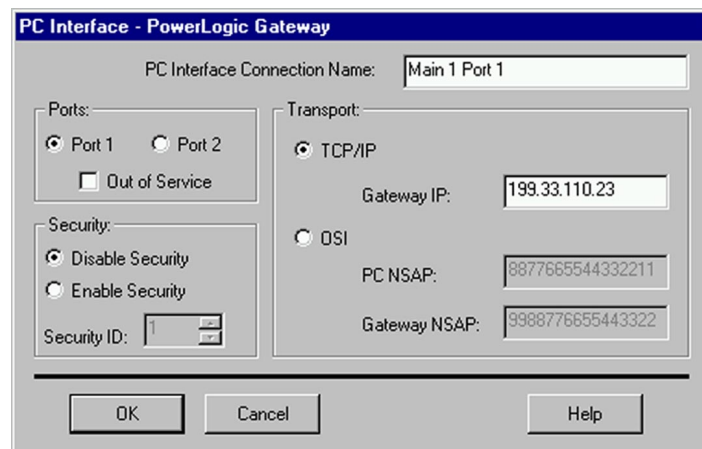

Figura 6-2: Cuadro de diálogo Interfaz de PC—Puerta PowerLogic
7. Aparece el cuadro de diálogo Interfaz de PC—Puerta PowerLogic (figura 6-2). Introduzca la información apropiada en cada uno de los siguientes pasos: